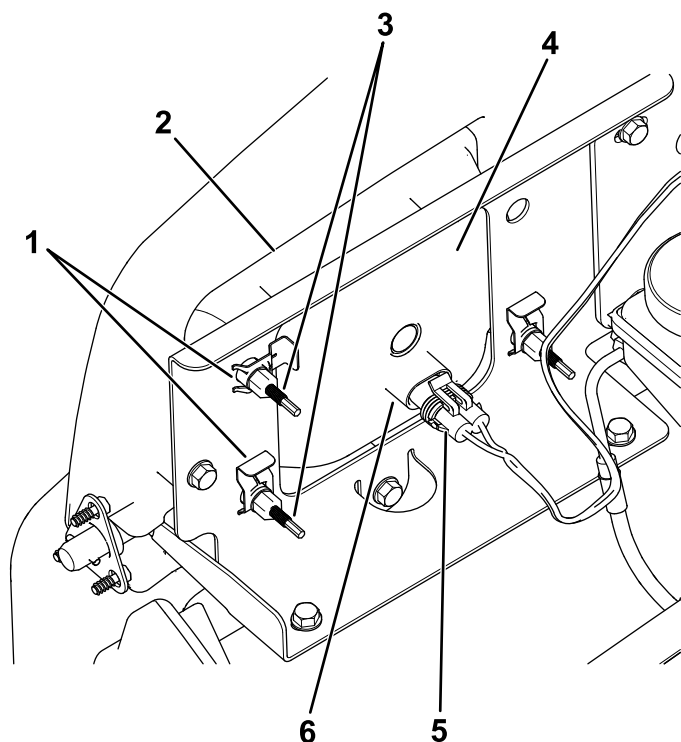

図 48
3. ランプアセンブリのコネクタから、ハーネス用のコネクタを外す 図 48。
4. ヘッドライトをヘッドライトブラケットに固定しているスピードクリップを外す 図 48。
5. ヘッドライトアセンブリ全体を前に押し出して、前バンパーから外す 図 48。
6. 取り付け穴に新しいヘッドライトを取り付ける 図 48。
8. ハーネス用のコネクタを、新しいランプアセンブリのコネクタに接続する 図 48。
5. ヘッドライトアセンブリの裏側部分にある調整ねじ 図 48 を回してヘッドライトアセンブリの角度を変えてビームの方向を調整する。